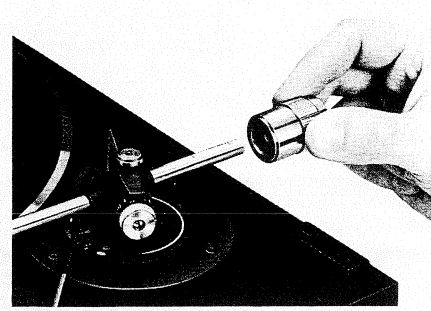

Fig. 3
2. Tonarm-Balancegewicht **3** auf den Tonarm drehen (Fig. 3). Tonarm entriegeln und über die Tonarmablage nach innen schwenken. Lifthebel **5** in Stellung **▼** bringen. Dabei Tonarm festhalten.